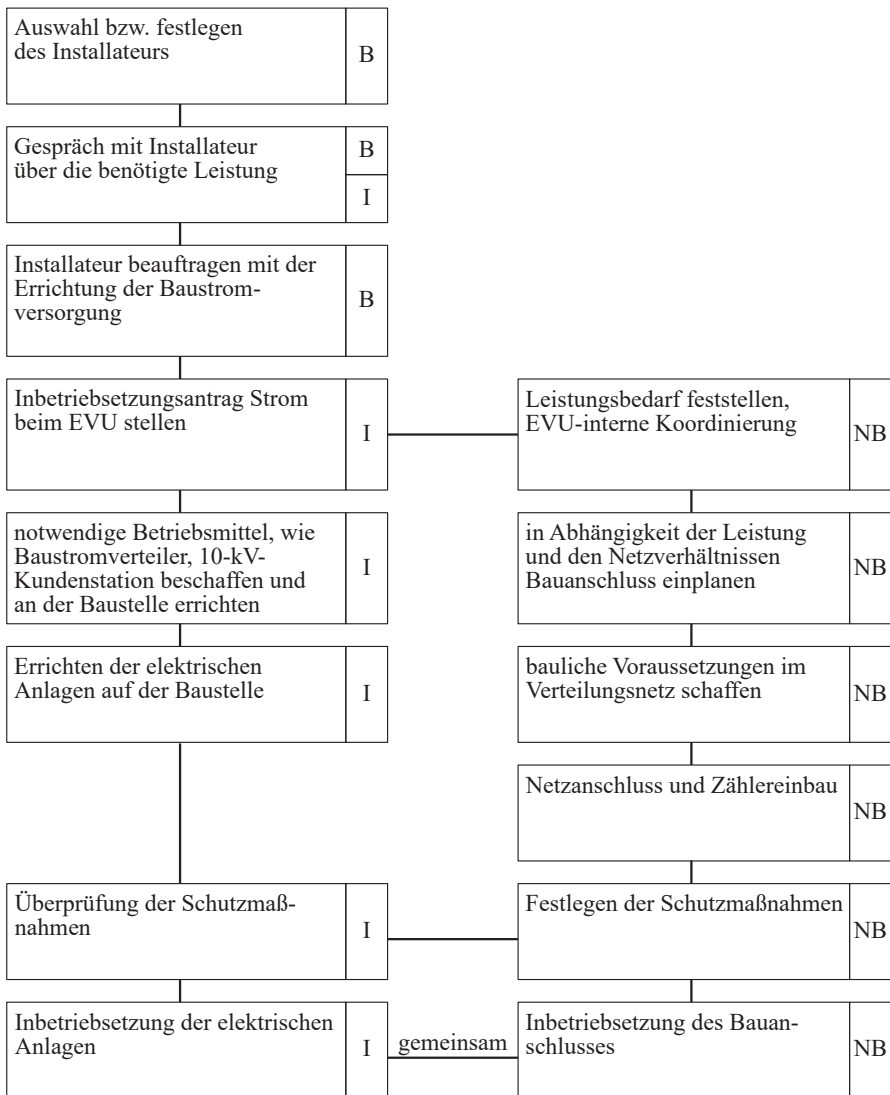

Bild 6.1 Schema der Zusammenarbeit zwischen Bauleitung (B), Elektroinstallateur (I) und Netzbetreiber (NB)
Im **Bild 6.1** ist schematisch die Zusammenarbeit zwischen der Bauleitung (B), dem Elektroinstallationsunternehmen (I) und dem Netzbetreiber (NB) dargestellt. Das Schema soll einen Überblick über die organisatorische Vorgehensweise zur Erstellung eines Bauanschlusses vermitteln. Einzelne Details sind abhängig von der Größenordnung der Baustelle, von der zu benötigenden Anschlussleistung und der Spannungsebene, an der die Baustelle angeschlossen werden soll. Der Netzbetreiber legt den Netzanschlusspunkt und die Art der Schutzmaßnahme gegen gefährliche Körperströme (Art der Erdverbindung) in Abhängigkeit der jeweiligen regionalen Netzverhältnisse fest (Kapitel 6.5 und Kapitel 7.1.2.1).